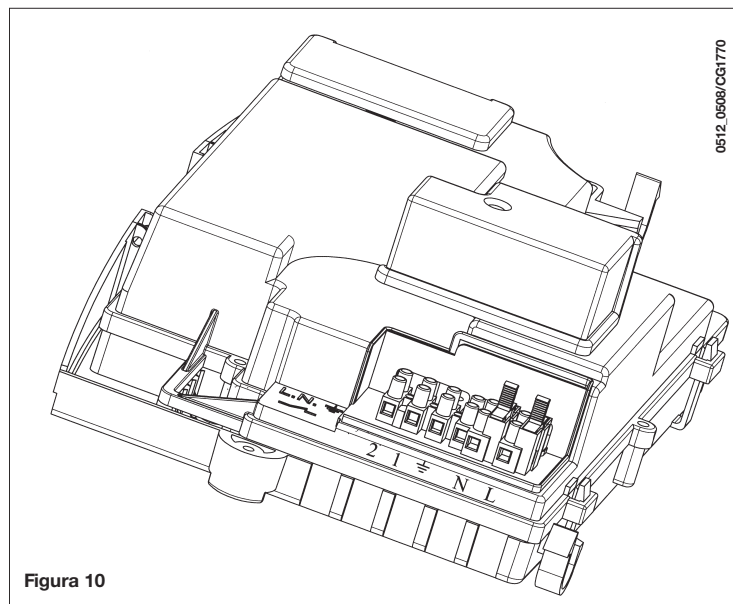

Figura 10
- retirar la tapa y acceder a la zona de las conexiones eléctricas (figura 10).
- acceder al tablero de bornes de alimentación (figura 10);
- eliminar el puente sobre los bornes (1) y (2);